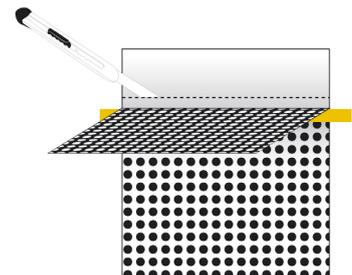

Figure 03
- › Retirer le liner protégeant la partie supérieure s'il a déjà été coupé avec le SHAGCUT sinon décoller le liner sur la partie haute du film jusqu'à la charnière puis le couper sans toucher le film MICROCGUV. (FIG. 03)